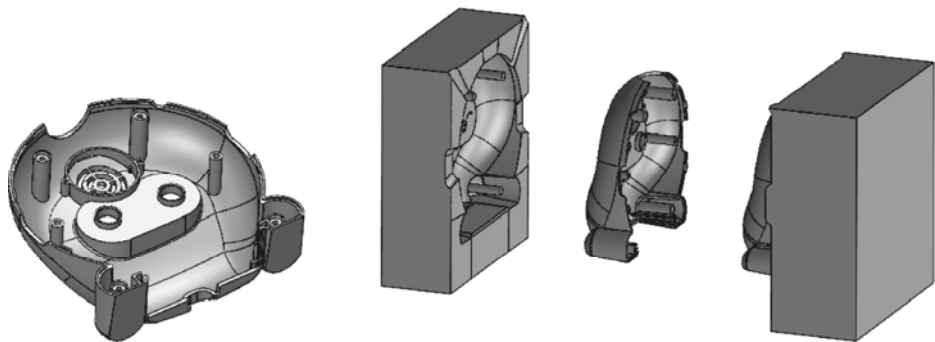

图 5-78 素材文件和为其创建的型腔与型芯
(1) 打开本书提供的素材文件“练习1(素材).sldprt”, 如图5-78左图所示, 使用本章所学的知识为其创建型腔和型芯, 效果如图5-78右图所示。